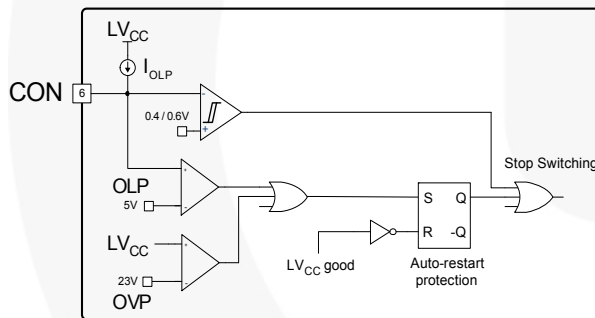

图 21. 控制引脚的内部框图
4. 控制引脚：FAN7621B 具有一个用于保护、周期跳跃和远程开/关的控制引脚。图 21 显示控制引脚的内部框图。